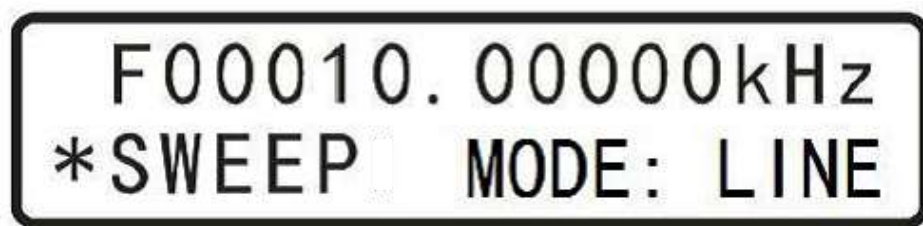

Рис. 2-19
(5) Затем нажмите  для перехода к опции **SWEEP MODE:**, как показано на Рис. 2-19, затем нажмите  для выбора одного из двух способов изменения частоты, **LINE** (линейный) или **LOG** (логарифмический).